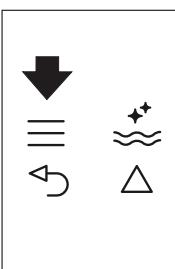
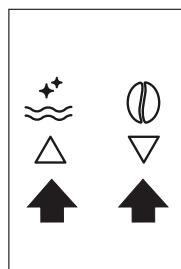

Рис. 22
Рис. 9
- ▶ Нажмите значок **≡** (B2), чтобы войти в меню (рис. 22) или нажмите значки **△** **▽** (B7) и (B8) (рис. 9) пока на дисплее не появится сообщение PROGRAM HOT WATER (ПРОГРАММИРОВАНИЕ, ГОРЯЧАЯ ВОДА).